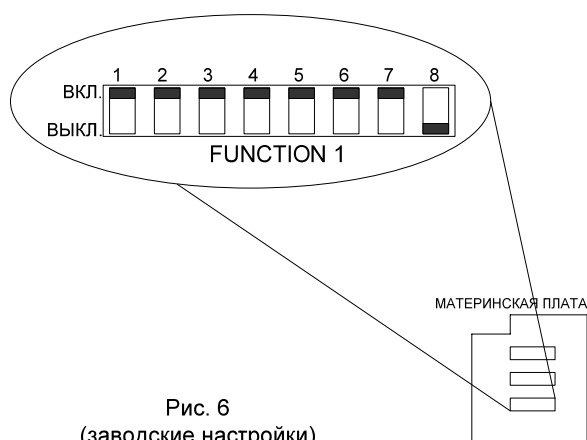

Рис. 6
- при всех установках, обращаться к рис.6 и таблице 9.